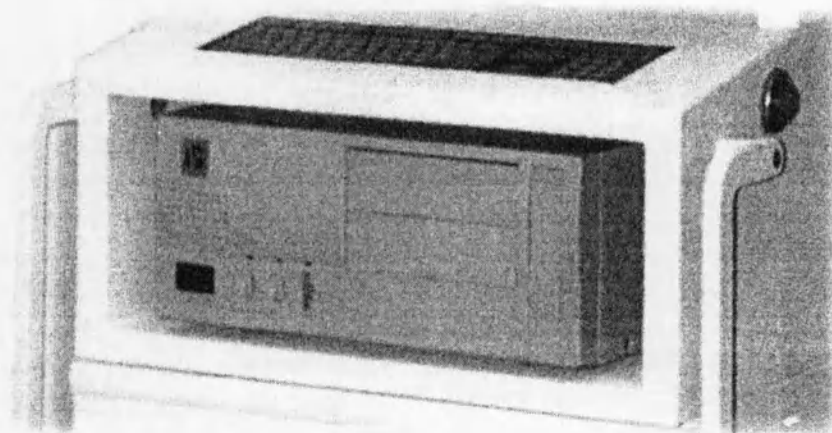
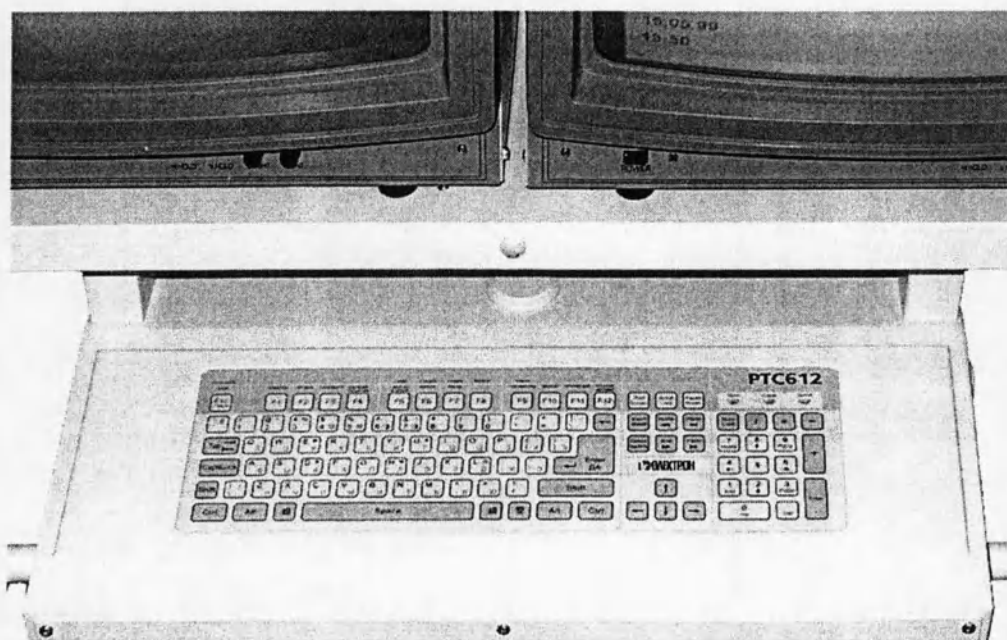

Рис. 1.21. Компьютерный блок обработки сигнала, установленный в приборную стойку
Рис. 1.22. Клавиатура РТС-612
- автоматизированное рабочее место (АРМ), представляющее собой встроенный в приборную стойку компьютер, выполняющий функции блока обработки сигнала (программно-аппаратный комплекс) - обеспечивающий сбор, апостериорную цифровую обработку, визуализацию и архивирование рентгеновских изображений (первоначально записанных в память **РТС-612**). Для управления режимами сбора и обработки информации АРМ, на верхнюю панель приборной стойки устанавливается клавиатура (рис.1.21 и рис.1.22).